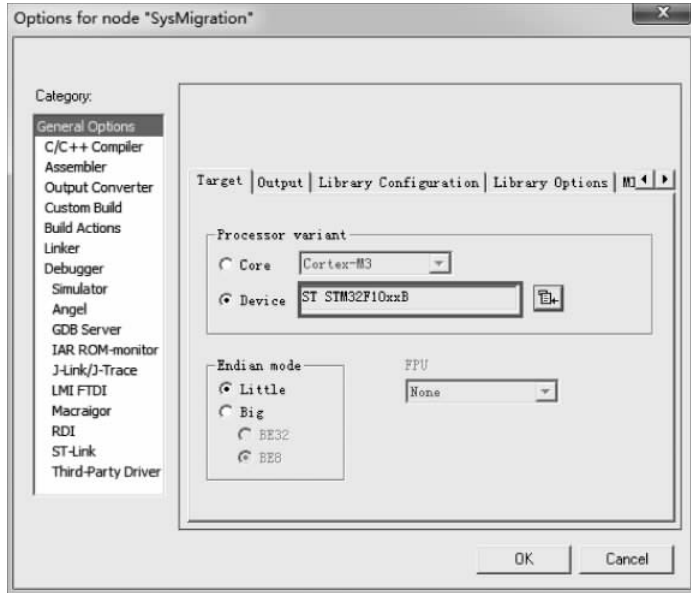

图 5.15 芯片型号选择
(2) 在 General Options 配置页面,选中 Device 单选按钮,然后选择 STM32F10xxB,如图 5.15 所示。